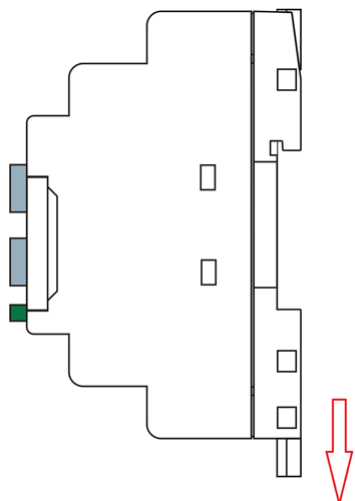

Рисунок 2.45 - Монтаж на DIN-рейку
1. Достаньте модуль из упаковки и сдвиньте нижнюю защелку наружу до фиксации в выдвинутом положении (рисунок 2.45).